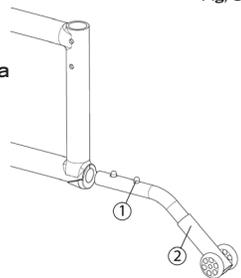

Fig. 8
- I dispositivi anti-ribaltamento (Fig. 8) sono stati progettati per prevenire le cadute dalla sedia.
- Per rimuovere o ruotare il dispositivo anti-ribaltamento verso l'alto, premete il pulsante di rilascio (1) ed estraete o ruotate il dispositivo (2).